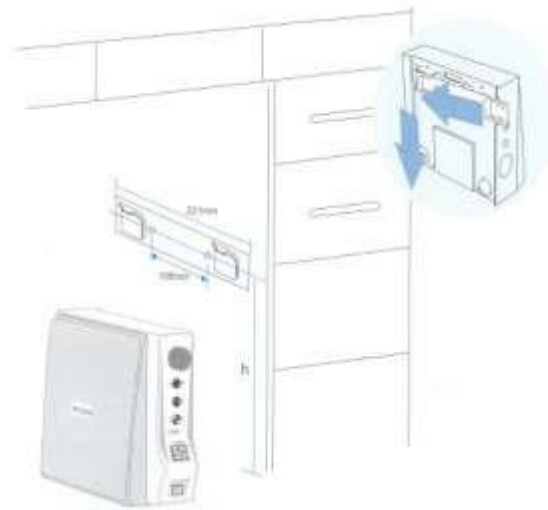

Рис. 5
1. Прикрепите устройство на подходящем месте для работы, как показано на рис. 5. Будьте осторожны, не позволяйте торчать крепежным болтам.